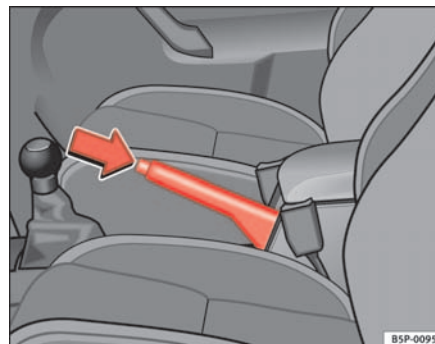

Fig. 140 Freno de mano entre los asientos delanteros
⇒ fig. 140.
- Tire ligeramente de la palanca hacia arriba, presione el botón de desbloqueo en la dirección de la flecha ⇒ fig. 140 y baje completamente la palanca. ⇒ ⚠.